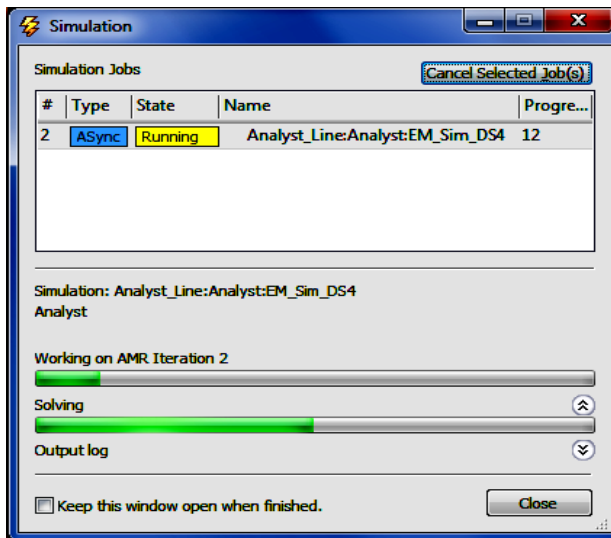
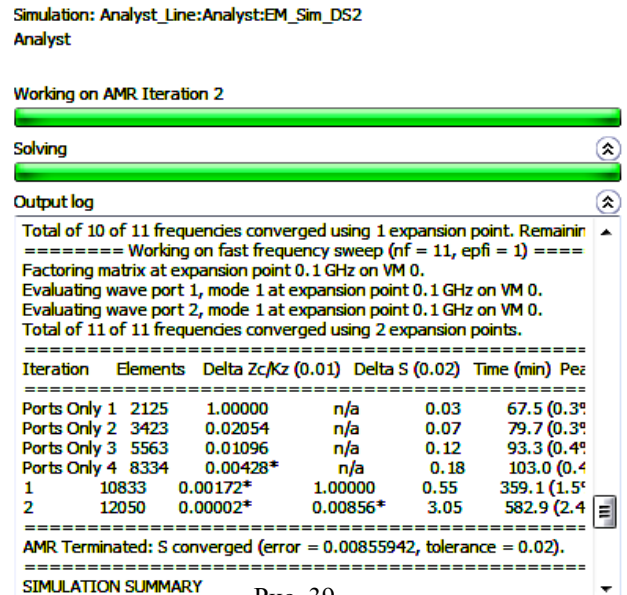

Рис. 38
Рис. 39
- В диалоговом окне **Simulation** отображается ход выполнения анализа (рис. 38). Если щёлкнуть по значку  напротив **Output log**, то будут отображаться детали выполнения анализа. Здесь можно видеть работу **AMR**, схождение анализа, время выполнения и пр. (рис. 39).